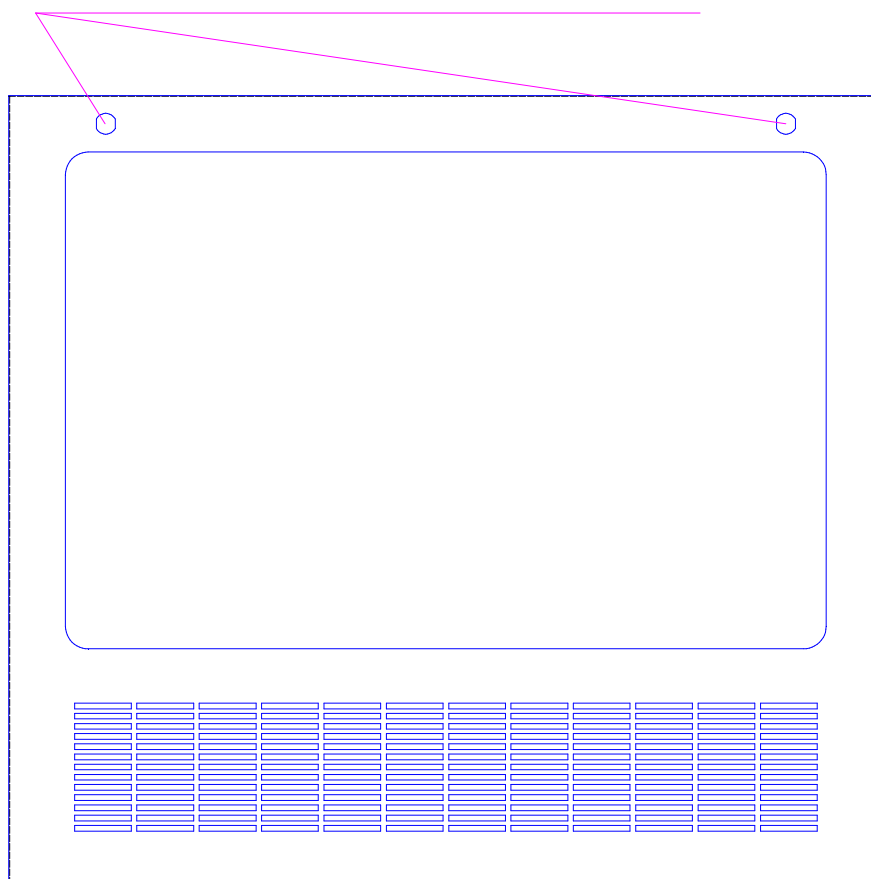

Рисунок 4.4 – Крепление замков на передней стенке.
- 4.7 Закрепить на передней стенке замки (рисунок 4.4).